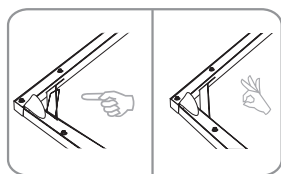
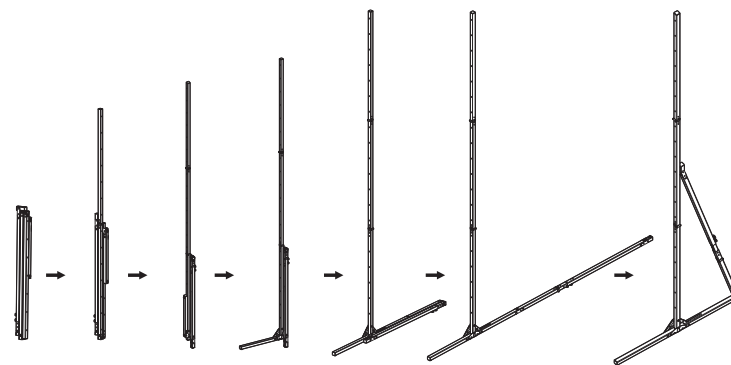

图8
图 15
1. 取出左、右支撑脚，按图 15 所示依次打开活动关节，按图 5 所示将所有活动关节扣位扣好，按图 8 所示将支撑脚内外两个角位连杆完全撑开。